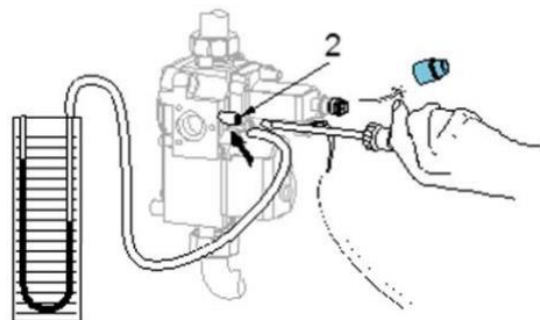

РИСУНОК 1
- Снимите защитный колпачок с регулировочных винтов (см. рисунок 1).
- Ослабьте винт 2 и установите трубку, подключенную к манометру (см. рисунок 1)